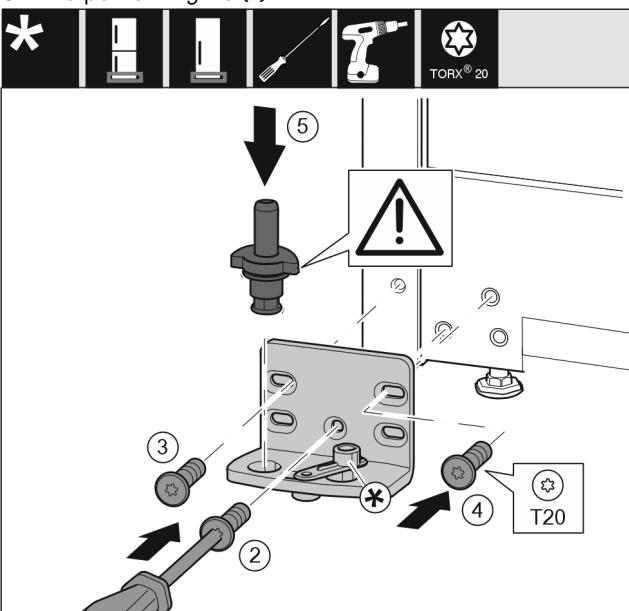

Fig. 17
- ▶ Postavite podložak ležaja na drugoj strani i zavijte pomoću odvijača T20. Započnite s vijkom 2 dolje u sredini. Fig. 17 (2)
- ▶ Pritegnite vijak 3 i 4. Fig. 17 (3,4)
- ▶ Kompletno umetnute podložak ležaja. Pri tome pazite da je ispuštenje za blokiranje okrenuto prema otraga. Fig. 17 (5)